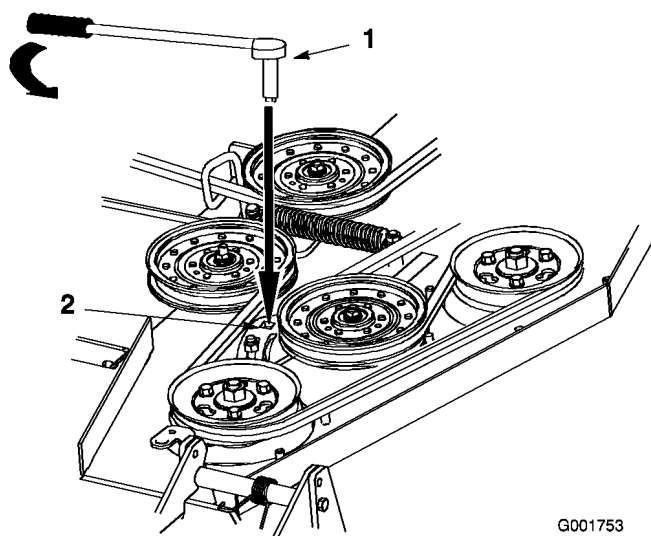

Figura 48
7. Introduzca una llave de carraca con extensión corta en el taladro cuadrado del brazo de la polea tensora fija (Figura 48).